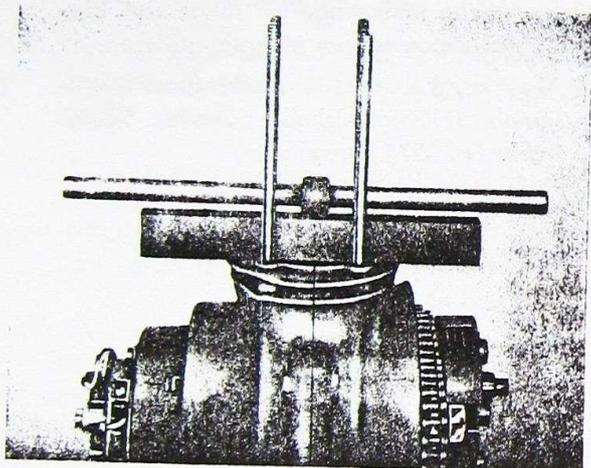
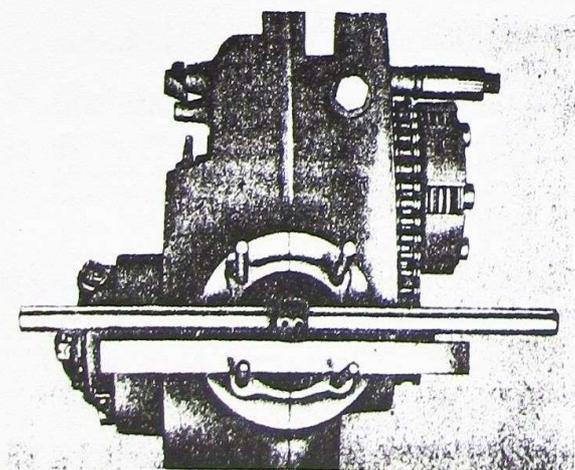

Bild 95. Prüfen der Pleuelstange auf Verwinklung
Bild 96. Prüfen der Pleuelstange auf Verschränkung
27. Vierkantleiste Nr. 0623 oder Stahlleiste auf Gehäuseflansch auflegen und an Stiftschrauben zur Anlage bringen. Prüfdorn 12 mm \varnothing durch Pleuelauge stecken. Pleuel auf Verwinklung durch Anvisieren von vorn (Bild 95) und auf Verschränkung durch Anvisieren von oben (Bild 96) prüfen. Bei Verwinklung oder Verschränkung Pleuel ausrichten mittels in Pleuelauge gesteckten Richtdornes von 12 mm \varnothing (keinstalls Prüfdorn dazu verwenden!).